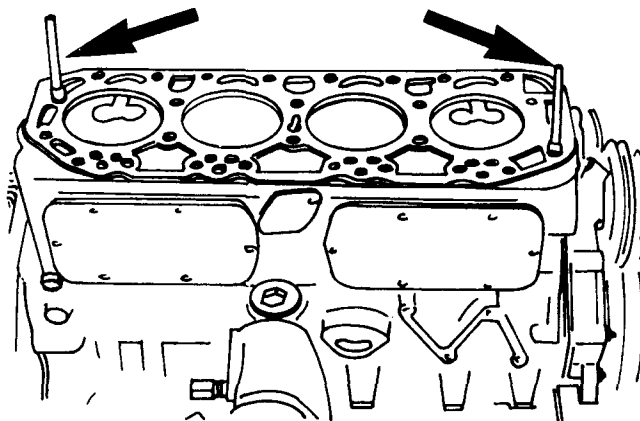

Рис. 1.78. Две направляющие шпильки на блоке цилиндров для установки прокладки и головки блока.
46. Тщательно очистите контактные поверхности головки блока цилиндров и блока цилиндров, вверните две направляющих 21-083 (см. рис. 1.78).
22. Вверните направляющие шпильки в диагонально противоположные углы (см. рис. 1.78) и наденьте прокладку головки блока цилиндров.